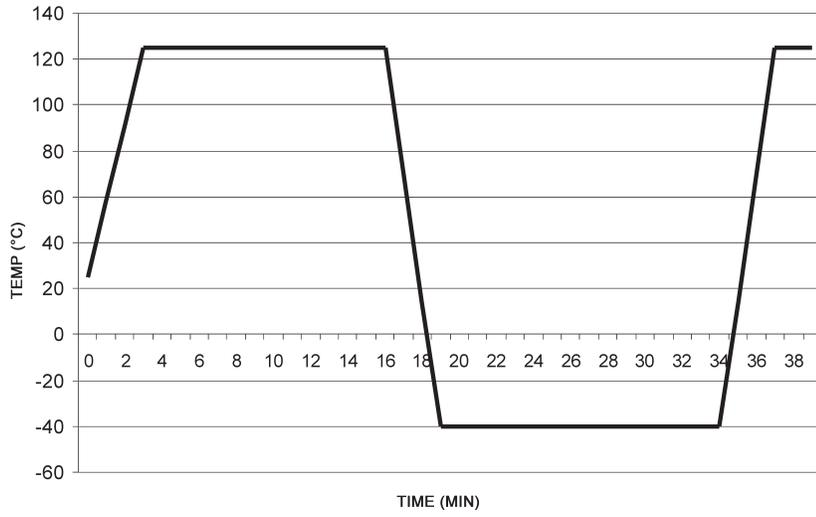
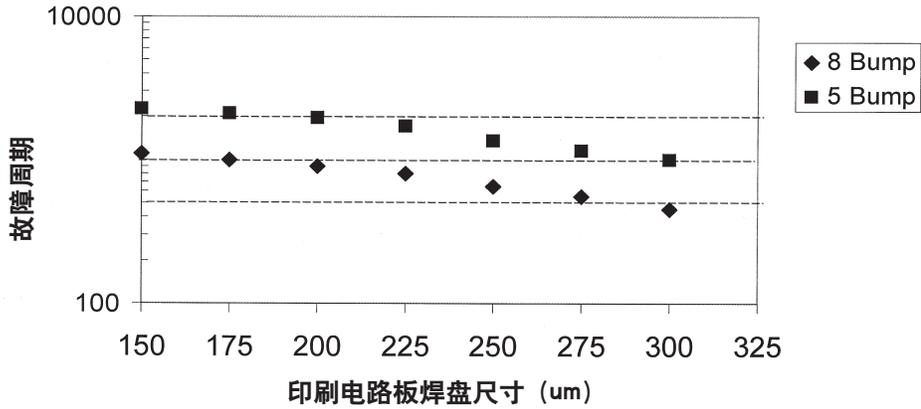

图 3. -40 到 125°C 温度循环曲线, 3 分钟上升时间, 14 分钟保留时间
图 4. 焊盘尺寸对 0.17 mm 焊球封装的印刷电路板可靠性的影响
1. 温度循环: 测试工作按照 IPC-SM-785 “表面贴装焊接加速可靠性测试指南” 进行。按照上述装配条件装配后进行测试的结果示于图 3、图 4、表 3 和表 4。